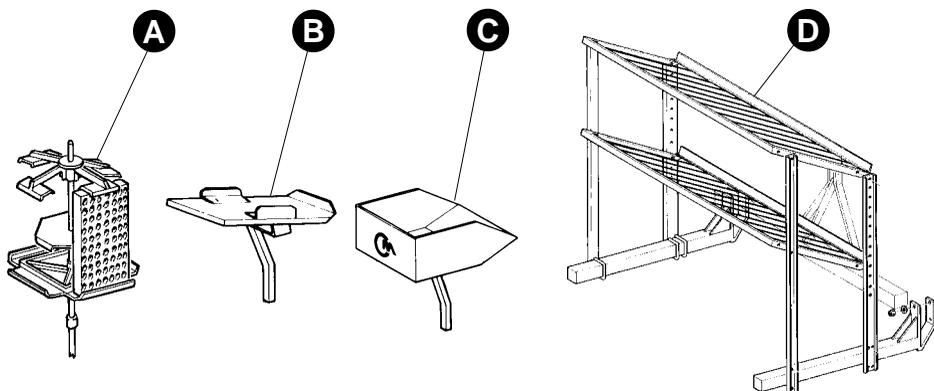

FIG. 8
Normalmente incluye un portabandejas giratorio para cada hilera (fig. 8.A).
- portacajas inclinado (fig. 8.B);
- caja portaplantas (fig. 8.C);
- portabandejas transversal (fig. 8.D).
Normalmente incluye un portabandejas transversal de dos estantes (fig. 8.D).